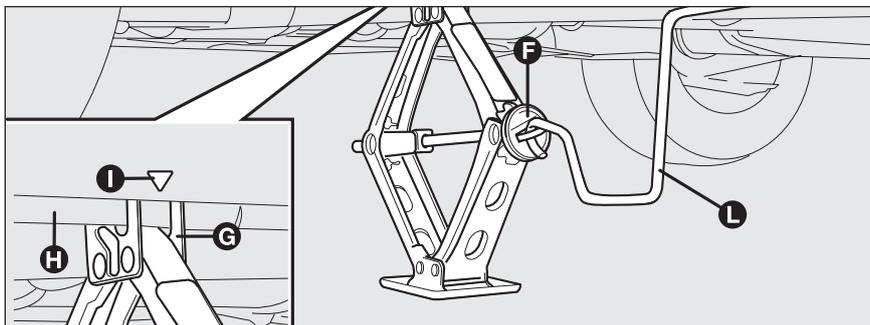

fig. 13
- ❑ azionare il dispositivo **F- fig. 13** in modo da distendere il cric, sin quando la scanalatura **G** sulla parte superiore del cric si inserisce correttamente sul profilo inferiore **H** ricavato sulla scocca in corrispondenza dell'indicazione **I** (a circa 60 cm dal centro ruota anteriore oppure 80 cm dal centro ruota posteriore);
- ❑ inserire la manovella **L- fig. 13** per permettere l'azionamento del cric e sollevare la vettura, sino a quando la ruota si alza da terra di alcuni centimetri;